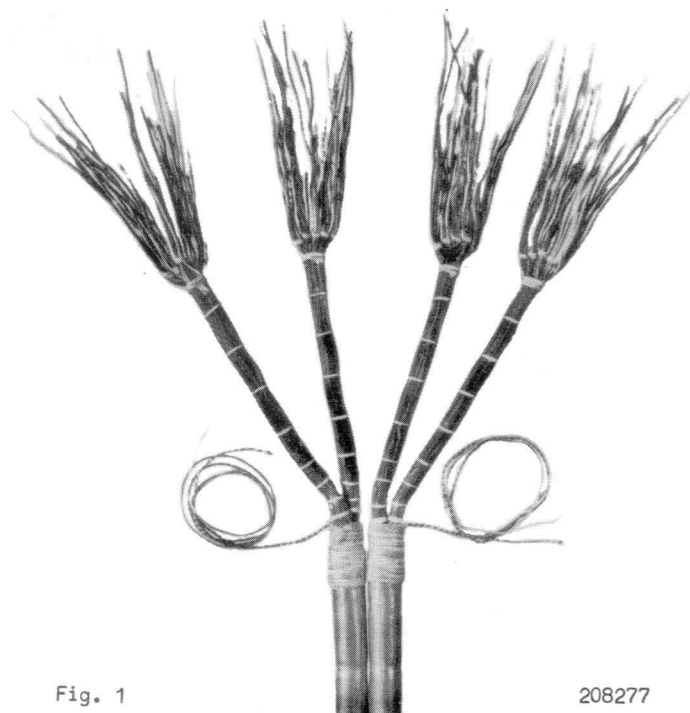
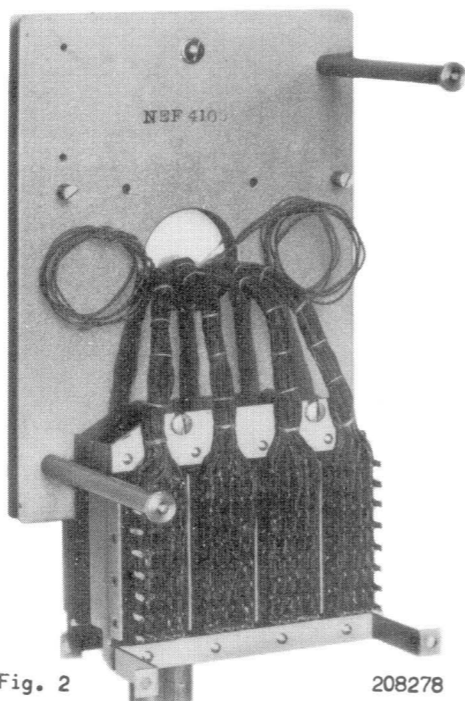

Fig. 1
Fig. 2
Figure 1 on diagram 408779 illustrates the reconnections of lines to be made on the distribution block via selectors.
The main exchange may be designed on automatic, CB or EB system. Dependent on the system to which the exchange line equipments are to be connected, different wires are inserted in jack II of the rack for the equipment (CR). The size range lines are accommodated at the bottom in the rack. For each equipment there are two jacks and the lower one is jack II. Figure 2 on the diagram 408779 shows how the different wires are connected.
Kablarna lossas nu från utsyningsmallen (fig. 1), och om så erfordras lindas var och en av de fyra kabelsträngarna med vaxband fram till utsyningen till respektive jack.
De fyra kabelsträngarna föras genom hålet i anslutningsdosans bottenplatta. De skruvas, som fästa anslutningsdosans jackar vid bottenplattan, lossas och jackarna vändas helt om så att lödstiften bli åtkomliga. Trådarna skalas av och lödas in till sina stift (fig. 2).
The cables are loosened from the lacing board (fig. 1), and each of the four strands is wrapped with waxed tape (if necessary) up to the point where the wires part.
The four cable strands are then brought through the hole in the base plate of the terminal box. The screws fixing the jacks on the base plate are loosened, and the jacks turned over so as to make the soldering tags accessible whereupon the jacks are temporarily fastened in that position. The insulation of the cable ends is removed, and the wires are soldered to their respective tags (fig. 2).
Los cuatro trenzados se conducen por el agujero en la base de la caja mural. Se sueltan los tornillos que fijan los jacks en la placa de base, y los jacks se vuelven al revés de manera que las bayonetas de soldar quedan accesibles. Se quita el aislamiento del extremo de los hilos, soldandolos después a las bayonetas correspondientes (fig. 2).
Mit Hilfe eines Leitungsprüfers (Durchgangprüfers) identifiziert man nun jede Ader im Vergleich zum betreffenden Schema. Nachdem eine Ader in die richtige Lage gebracht worden ist, wird sie gemäss der in der Zeichnung angegebenen Schnitt-Linie abgeschnitten. Wenn alle Adern an ihrem richtigen Platz liegen, werden die Bündel abgebunden. Dann macht man die Kabel von der Schablone los (Fig. 1) und umwickelt, falls erforderlich, die vier Kabelstränge mit Wachsband und zwar bis zur Verzweigung. Die Kabelstränge werden durch das Lock der Bodenplatte des Endverschlusses gebracht. Die Schrauben, die den Mehrfach-Steckersockel an der Bodenplatte halten, werden gelöst und der Steckersockel wird umgekippt so dass die Lötstifte zugänglich werden. Die Enden der Adern werden abisoliert und an die Stifte gelötet (Fig. 2)